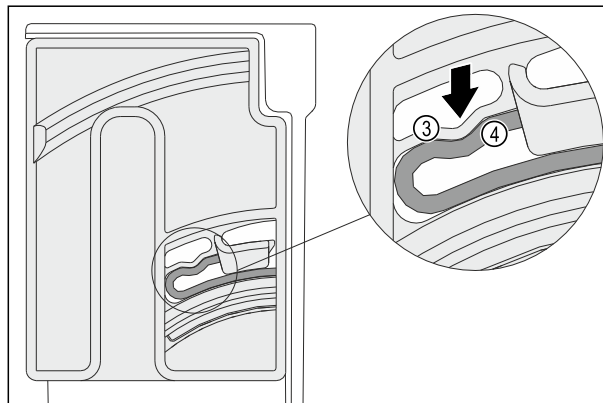

Fig. 122
- ▷ Elastični element Fig. 122 (3) vrtljive enote se slišno zaskoči v okroglo obliko rebra Fig. 122 (4).